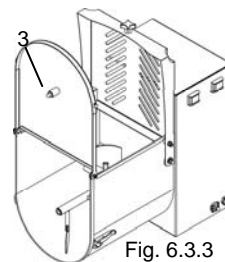

Fig. 6.3.3
- Vordere Front hochheben "3" Abb. 6.3.3